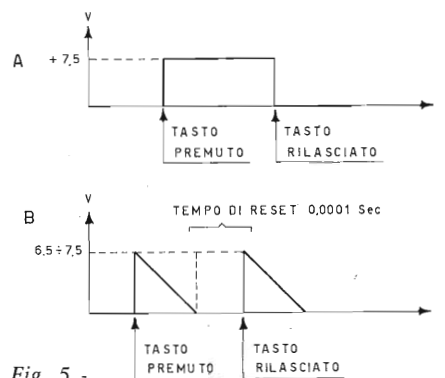

Fig. 5 -
**Stop:** l'uscita J3 fornisce un gradino di tensione (7,5-8,8 V positivi) che rimane tale finché il tasto è tenuto premuto (fig. 5-A).
**Pulse:** l'uscita J2 fornisce un impulso di breve durata che ha un picco di circa 6,5-7,5 V e che si resetta solo rilasciando il tasto prima di premere un altro (fig. 5-B).